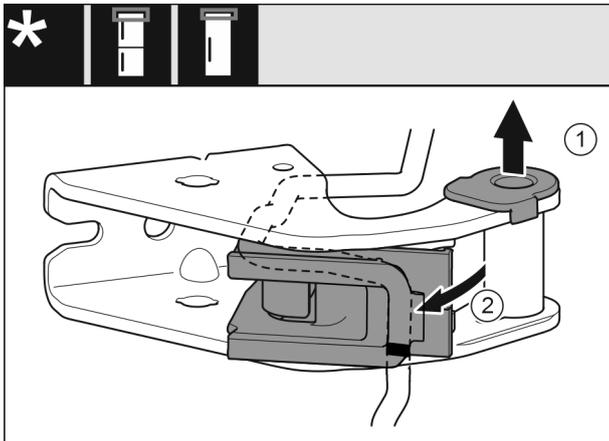

Fig. 18
- ▶ Sacar el casquillo del cojinete de la guía. Fig. 18 (1)
- ▶ Girar hacia fuera el portacables. Fig. 18 (2)